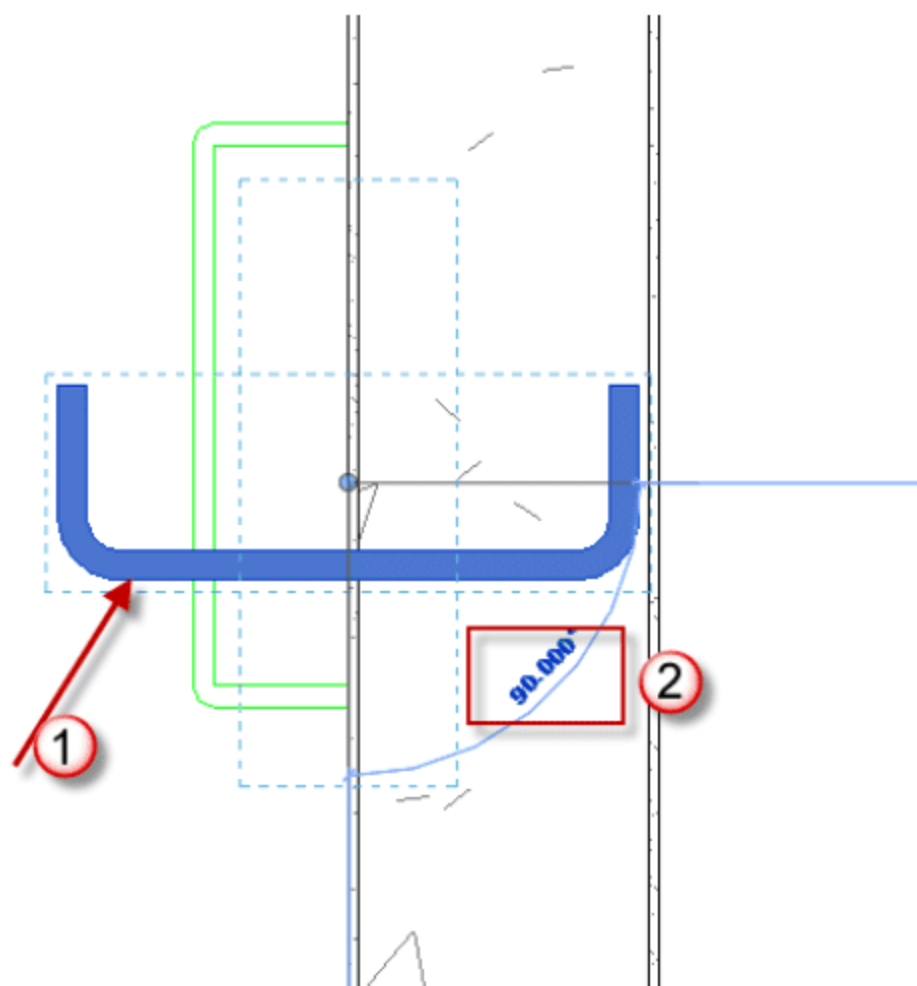

图 9.3.45 旋转钢爬梯
(3) 旋转钢爬梯。首先，选中已经插入的钢爬梯，按快捷键 R+O，配合光标左键，旋转 90°，如图 9.3.45 所示。